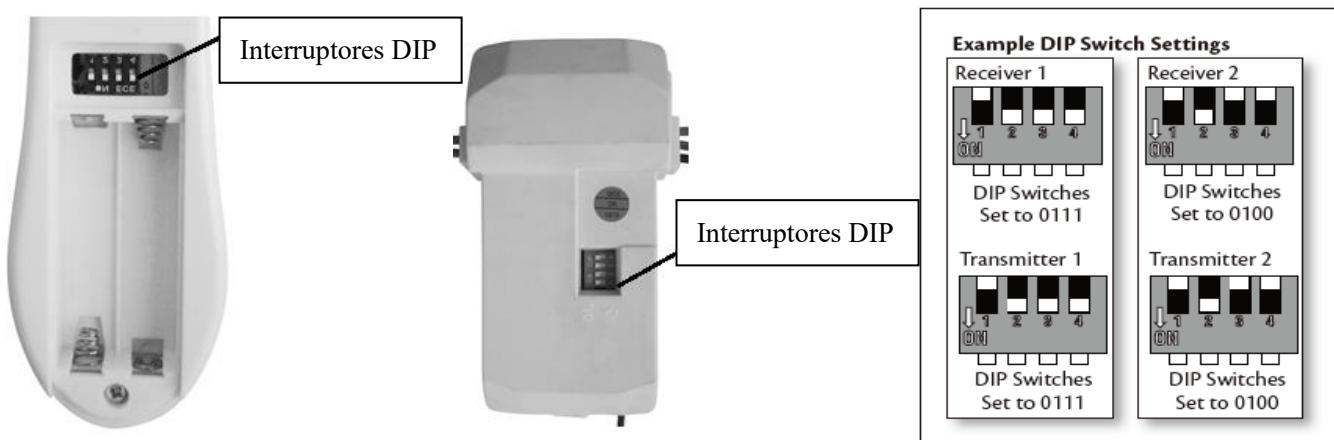

Fig. 11 Compartimento de las pilas del mando Fig. 12 Interruptor DIP del receptor
- Para utilizar el mando a distancia se necesitan 2 pilas AAA de 1,5 V (tamaño). Retire la tapa del compartimento de las pilas de la parte posterior del mando a distancia e inserte 2 pilas AAA. Asegúrese de que las polaridades son las correctas, tal y como se muestra en el compartimento de las pilas. (**Fig.11**) (Pilas no incluidas.)